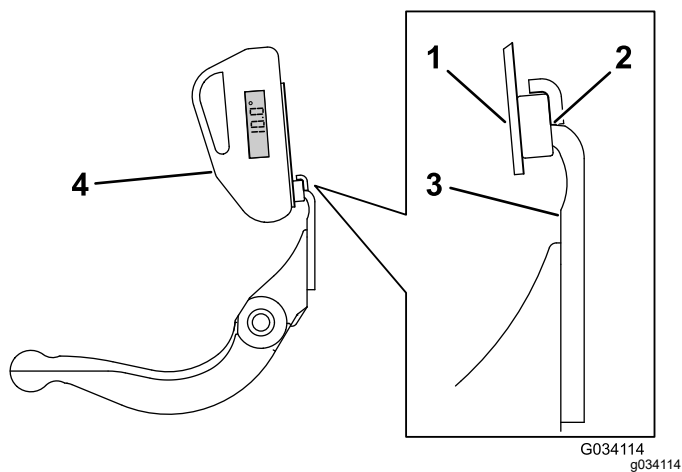

**Figura 35**
1. Amplasai indicatorul de unghi în partea inferioară a contracuitului, conform indicațiilor din Figura 35.